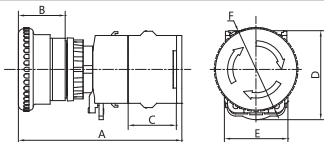

图1 外形尺寸示意图
6.1 按钮的外形尺寸示意图见图1，外形与安装尺寸见表4，按钮重量(0.03~0.1)kg